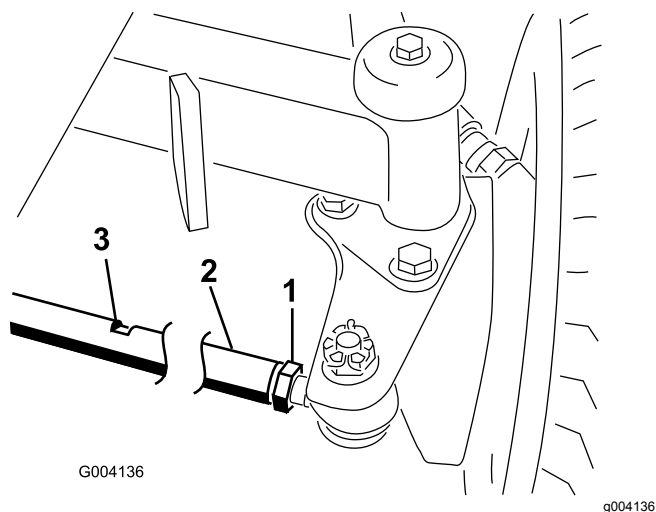

Рисунок 64
2. Ослабьте контргайку с каждой стороны стяжной тяги (Рисунок 64).